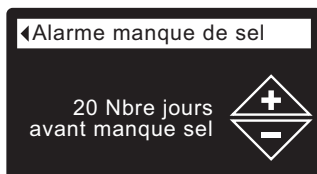

FIG. 41
5. Appuyez sur le sélecteur (O) pour ouvrir l'écran de l'alarme manque de sel (cf. Figure 41).